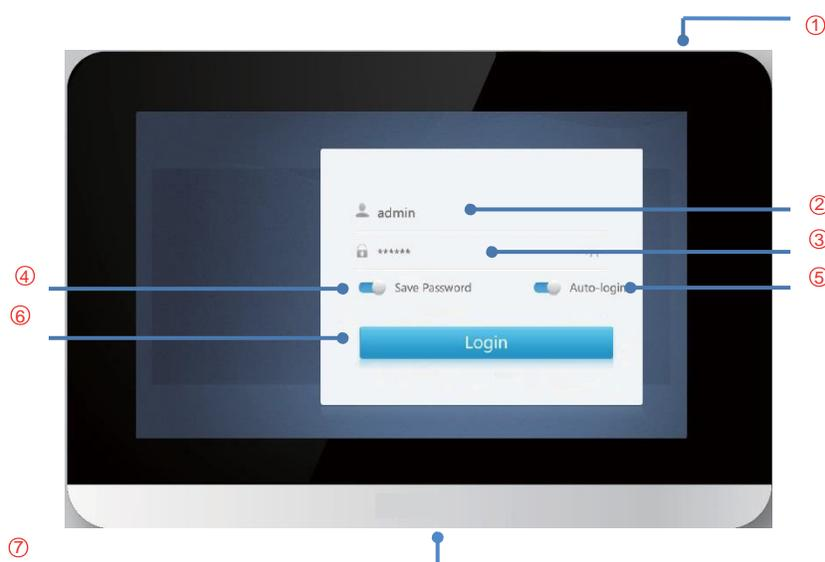

Figura 8.
1. Ligue o controlador central (**Figura 8**).